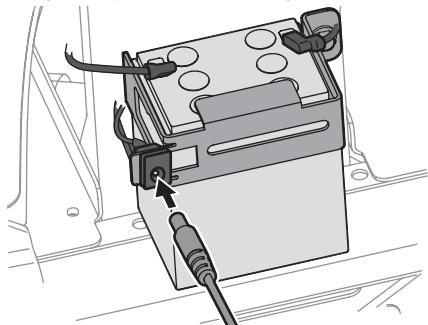

Figure 36
a. Un chargeur de batterie (vendu séparément) est disponible pour ce tracteur. Les instructions d'utilisation du chargeur sont fournies avec l'accessoire. Le chargeur se branche dans la prise située à côté de la batterie comme illustré sur la Figure 36. Consultez le document « Pièces et garantie » pour commander un chargeur de batterie.